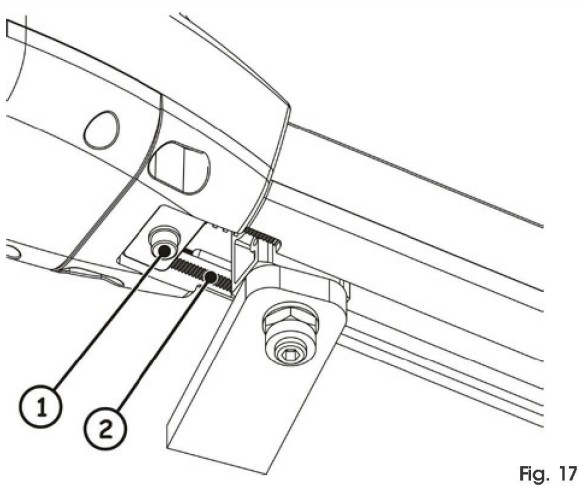

Fig. 17
3. Slăbiți șurubul de fixare, Fig. 17 ref. 1. Nu este necesar să îndepărtați total șuruburile.
Dispozitivul de oprire mecanică lucrează cuplat la un sector dințat, Fig. 17 ref. 2, în cazul obstacolelor în timpul mișcării asigurați-vă că este liber cuplajul. NU FORȚAȚI.